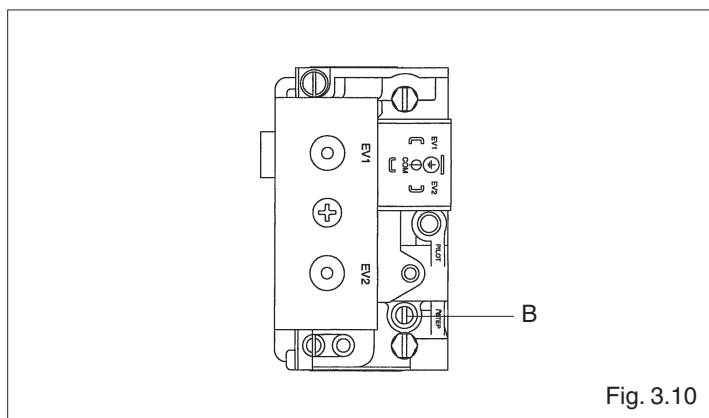

Fig. 3.10
- Agire sul regolatore di lenta accensione (B) ed impostare la pressione corretta per un'accensione morbida (fig. 3.10).